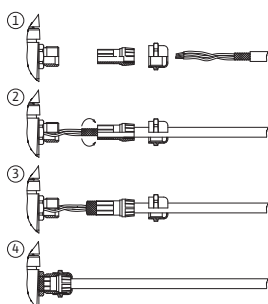

Fig. 25: Στοιχεία θωράκισης
Η θωράκιση συνδέθηκε με το στέλεχος διέλευσης καλωδίου στην ηλεκτρονική μονάδα. Βλέπε Fig. 25.
Τα καλώδια των ψηφιακών εισόδων, των αναλογικών εισόδων και της επικοινωνίας διαύλου πρέπει να προστατεύονται από τον μεταλλικό στυπιοθλίπτη καλωδίου του ανοίγματος διέλευσης καλωδίων (Fig. 19, θέση 4, 5 και 6). Για θωράκιση βλέπε Fig. 25.
1. Ανοίξτε προσεκτικά τα άγκιστρα (Fig. 25) με ένα εργαλείο (π.χ. κατσαβίδι).